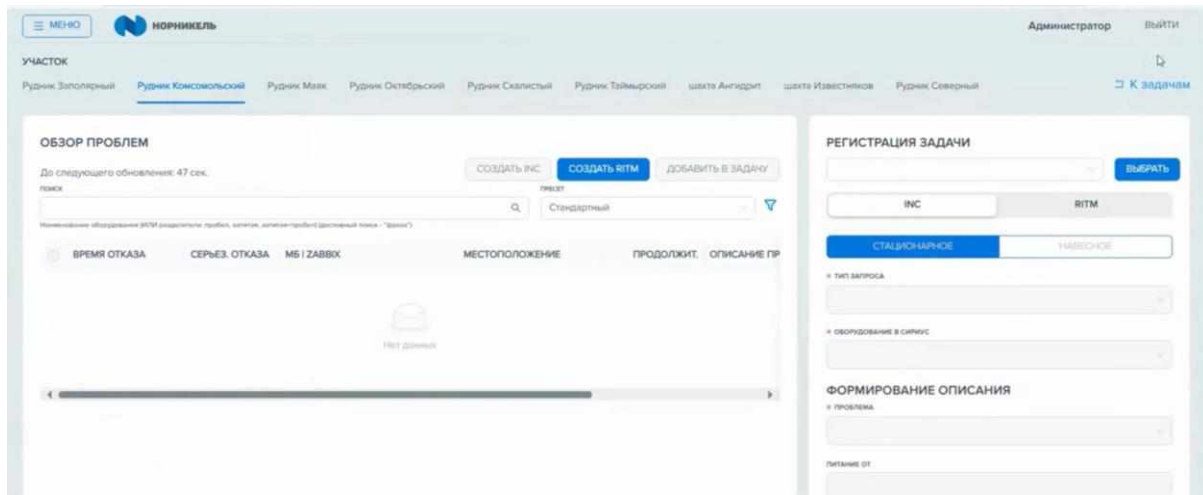

Рисунок 10
1. Для завершения работы с ПО пользователю необходимо закрыть страницу с программой либо осуществить последовательную процедуру выхода из аккаунта путем нажатия на кнопку «Выйти», расположенную в правом верхнем углу (рис. 10).